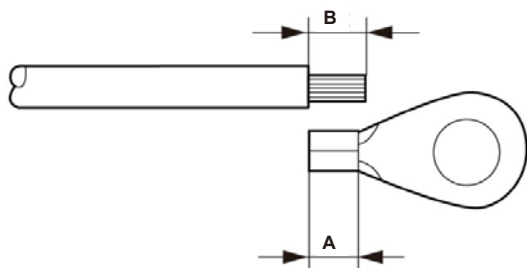

Figura 5.8 Longitud adecuada
- 3) Pele el aislamiento del cable de tierra a una longitud adecuada (consulte la figura 5.8).